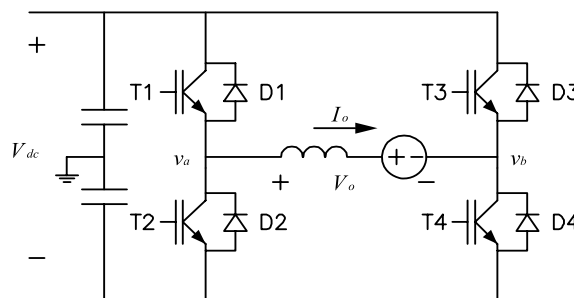

Fig 1: Fyrkvadrantomvandlare.
- Antag att en likströmsmotor ansluts på fyrkvadrantomvandlarens utgång enligt Fig 1. Omvandlaren drivs så att motorn bromsas, dvs dess utspänning (V_o) är positiv medan dess utström (I_o) är negativ. Medelvärdet på omvandlarens utspänning motsvarar $0.5V_{dc}$. Skissa spänningarna v_a och v_b i förhållande till jord. Skissa även utspänning V_o och ström I_o ut från omvandlaren. Ange spänningsnivåer samt tid i figuren. (2 p)